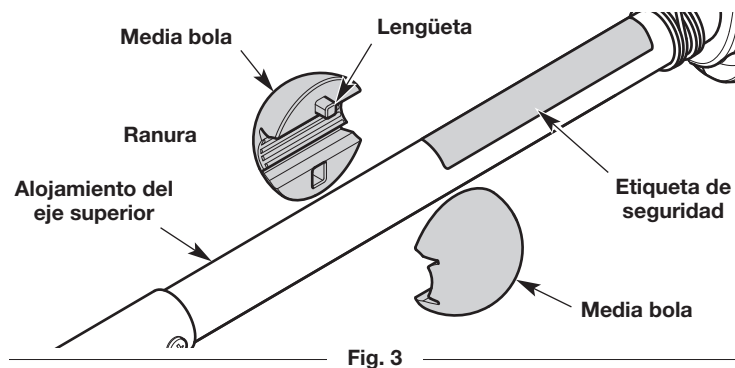

Fig. 3
1. Coloque media rótula a cada lado del alojamiento del eje superior (Fig. 3). Alinee cada lengüeta con su correspondiente ranura de la media bola opuesta (Fig. 3). Junte las dos medias bolas. Compruebe que la bola esté ubicada más allá del extremo de la etiqueta de seguridad (Fig. 3).